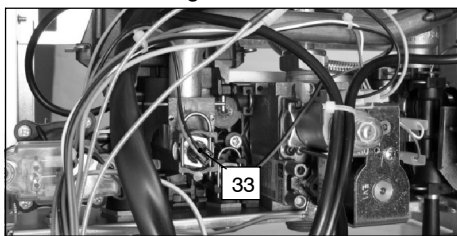

fig. 8.4
- 4 Scollegare il cablaggio della sonda NTC riscaldamento 33 in fig. 8.4
- Ricollegare il cablaggio della sonda NTC riscaldamento 33 in fig. 8.4